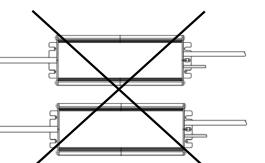

図4
- ・本製品を天井付けしないでください(図3)。壁付けは縦方向のみ可(図4)。